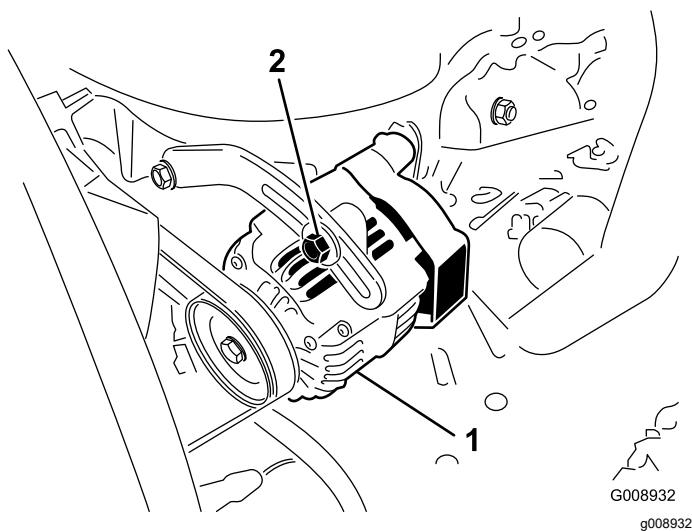

Figura 61
2. Se l'inflessione non è di 10 mm, allentate i bulloni di fissaggio dell'alternatore (Figura 61).